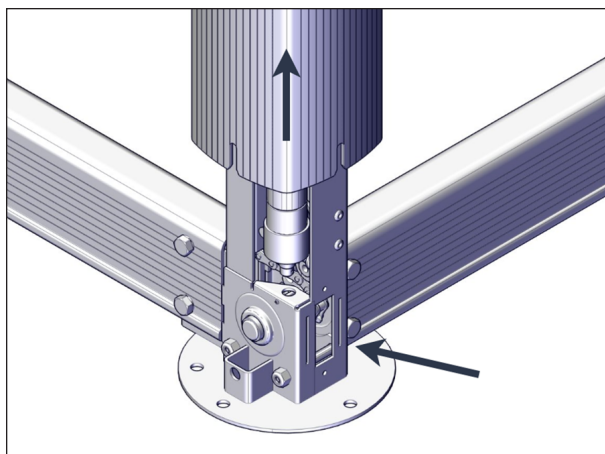

FIGURE 84: ACCÈS AUX CHAINES
2. Soulever le manchon avec les mains et le maintenir dans cette position à l'aide d'un bloc de bois, voir Figure 84.
3. Localiser la chaîne dans la partie inférieure du vérin. Une ouverture a été prévue à la base du vérin afin de donner accès à la chaîne, voir Figure 84.